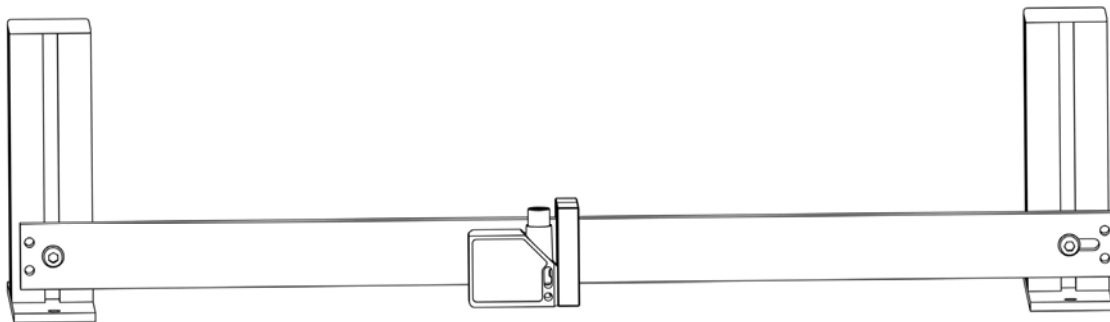

Abbildung 11: Papiersensor auf Montageschienen und -profilen
- Es wird empfohlen, die Montageschiene des Papiersensors an den Montageprofilen der ersten Druckeinheit anzubringen (siehe Abbildung 11). Die Anbringung des Sensors an dieser Position stellt sicher, dass der Abstand zwischen Papiersensor und der ersten Druckeinheit dem Standardabstand von 90,1 mm entspricht.